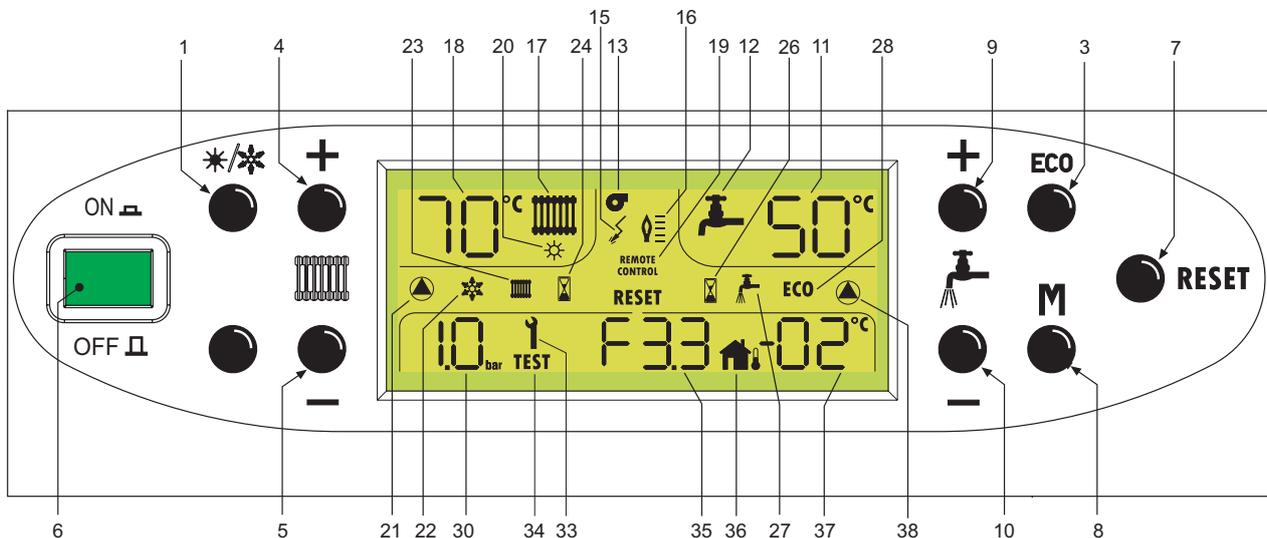

fig. 1
Per inserire o disinserire la funzione **comfort** é sufficiente premere il pulsante (● - 3 fig. 1).
Per ripristinarla bisogna premere il tasto Reset (7 - fig. 1).
Durante il funzionamento, il display visualizza la temperatura acqua calda sanitaria in uscita dalla caldaia. Quando si agisce sui tasti (9-10 - fig. 1) il display visualizza brevemente la temperatura di regolazione che si sta impostando.
Durante il funzionamento, il display visualizza la temperatura acqua calda riscaldamento in uscita dalla caldaia. Quando si agisce sui tasti (4-5 - fig. 1) il display visualizza brevemente la temperatura di regolazione che si sta impostando.
Viene visualizzato quando è attiva la modalità Estate ( - 1 fig. 1).
Viene visualizzato quando non è attiva la funzione comfort ( - 3 fig. 1).
- Premere il tasto ON/OFF (vedi fig.1)
Premere il tasto ON/OFF (vedi fig. 1).
Per impostare la temperatura di mandata impianto, premere il tasto 4 di fig. 1 per aumentarla ed il pulsante 5 - fig. 1 per diminuirla.
Per impostare la temperatura sanitario, premere il tasto 9 di fig. 1 per aumentarla ed il pulsante 10 di fig. 1 per diminuirla.
Per selezionare una delle due modalità è sufficiente premere il tasto / (1 - fig. 1).
Premendo una volta il tasto "M" viene visualizzata la curva di compensazione (da 1 a 10) ed è possibile modificarla con i tasti "+" e "-" (part. 9 e 10 fig. 1). Premendo un'altra volta il tasto "M" si accede allo spostamento parallelo delle curve, modificabile con i tasti "+" e "-".